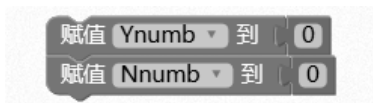

图 7-11 定义变量
① 首先定义 Ynumb、Nnumb 和 rece 三个变量，并给 Ynumb 和 Nnumb 赋初始值 0，如图 7-11 所示。具体变量定义的方法可参见第 4 章。